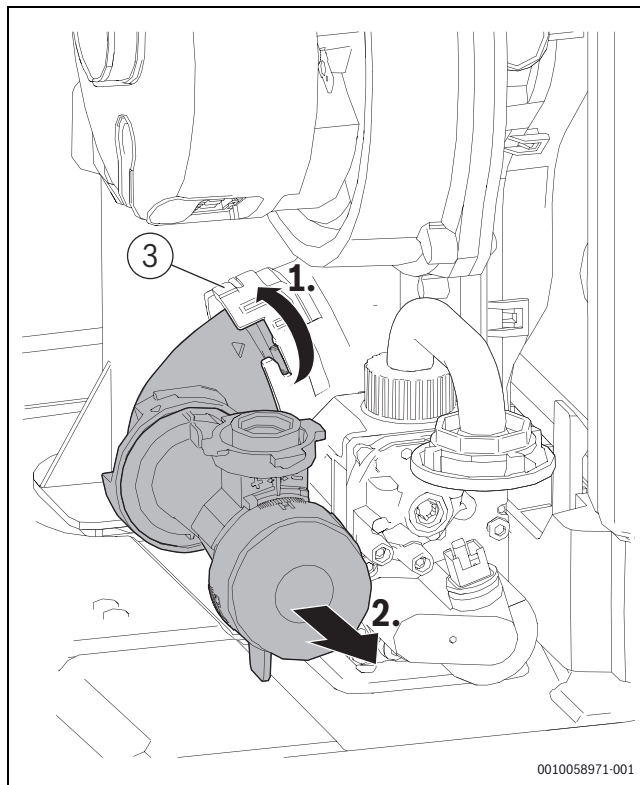

Bild 88 Einstelldüse ausbauen
- ▶ Einstelldüse wieder am Venturirohr [3] befestigen (→Bild 88, Seite 68).